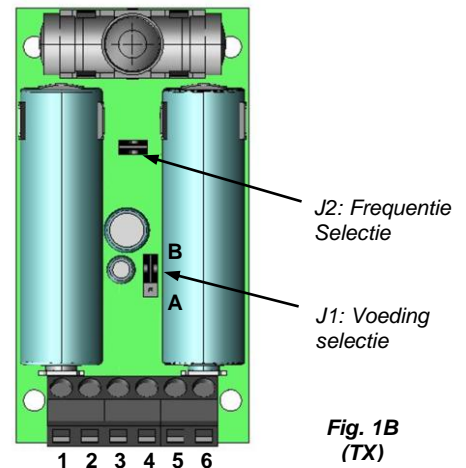

Fig. 1B
- Maak de aansluitingen zoals aangegeven in de vorige alinea's en selecteer de zender voeding met de specifieke jumper (J1, Fig 1B.):
- Sluit de veiligheid rand of externe veiligheid apparaat aan op de specifieke klemmenstrook (klemmen 3 & 4, Fig. 1B) van de zender. **Wanneer deze optie niet gebruikt wordt, de klemmen 3 en 4 overbruggen.**
- Sluit op de specifieke klemmenstrook (klemmen 5 & 6, Fig 1B.) de contacten van de 8K2 weerstand rand buiten de zender aan. **Wanneer deze optie niet gebruikt wordt, laat de meegeleverde weerstand aangesloten tussen de klemmen 5 en 6.**